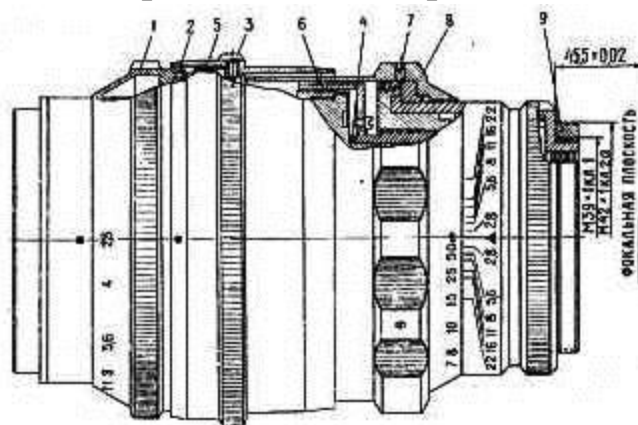

Рис. 3
- объективы «Таир-11», «Телемар-22» – рис. 3, поз. 9.